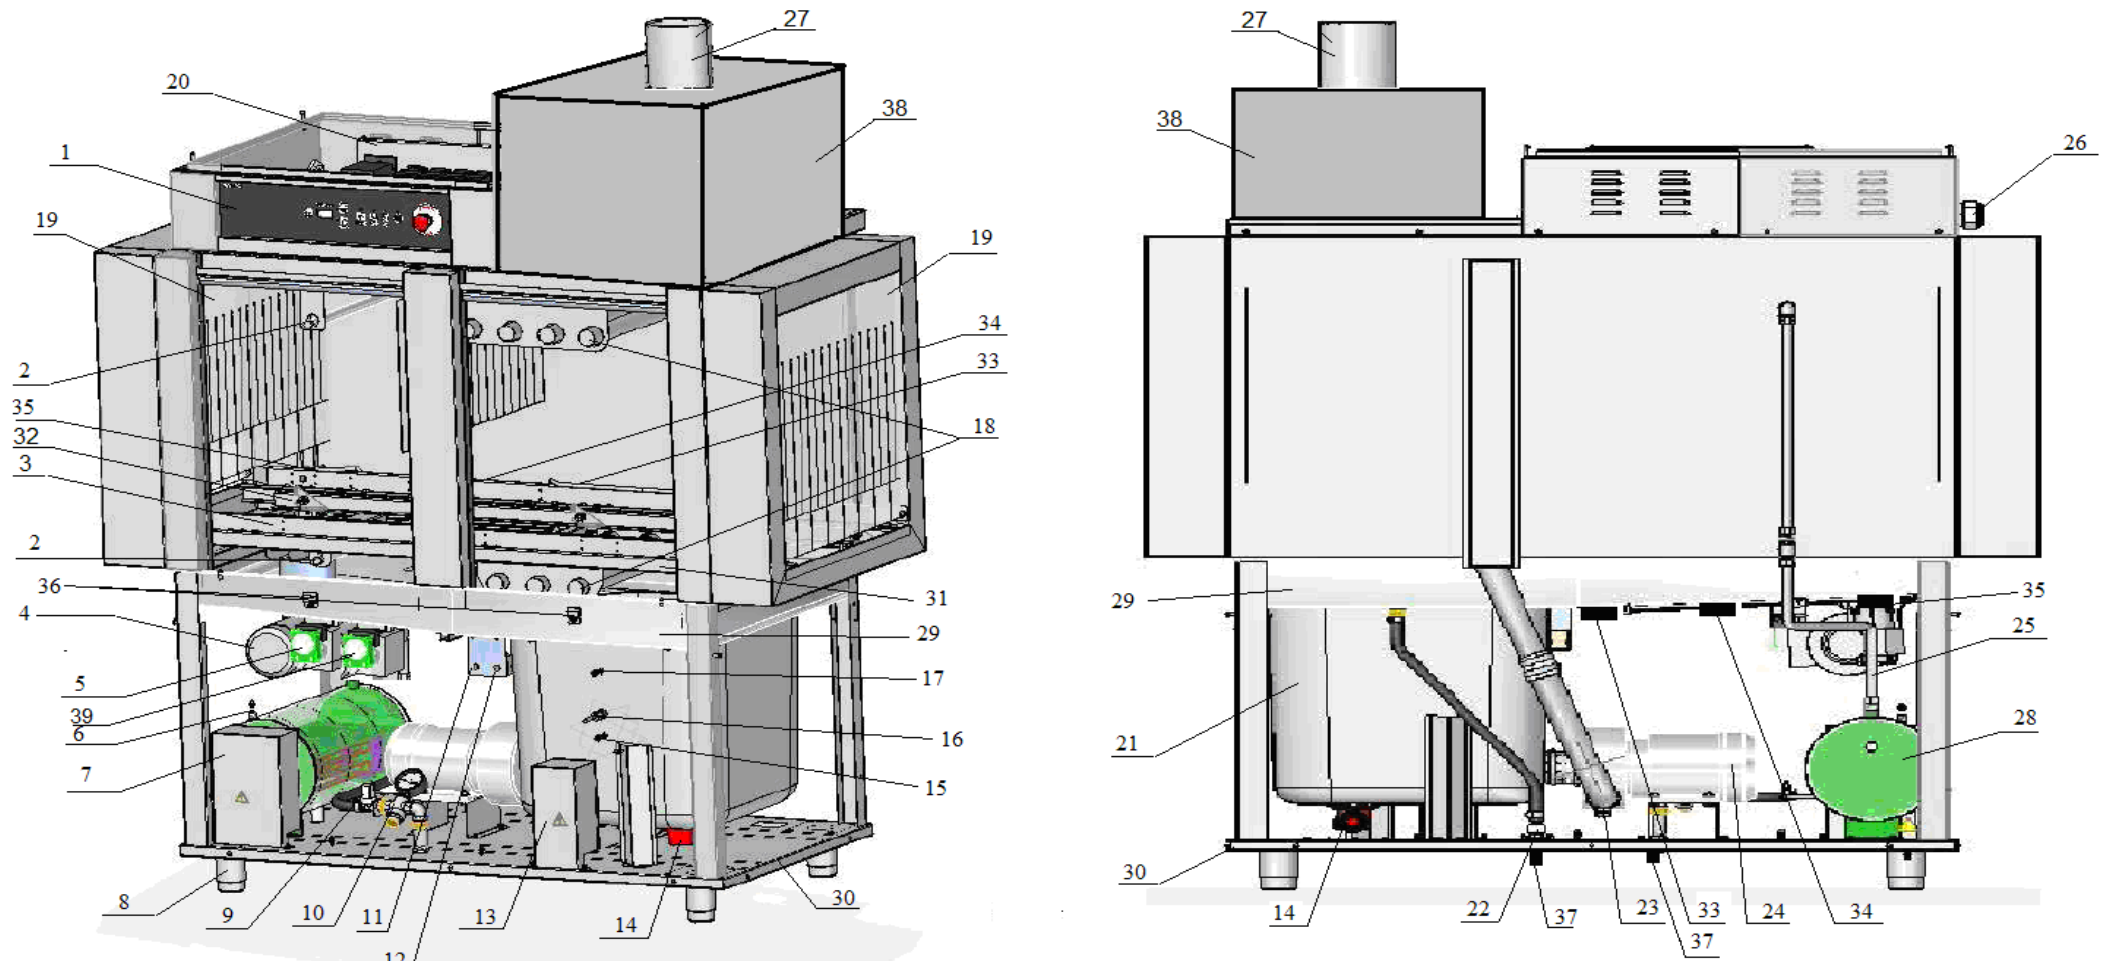
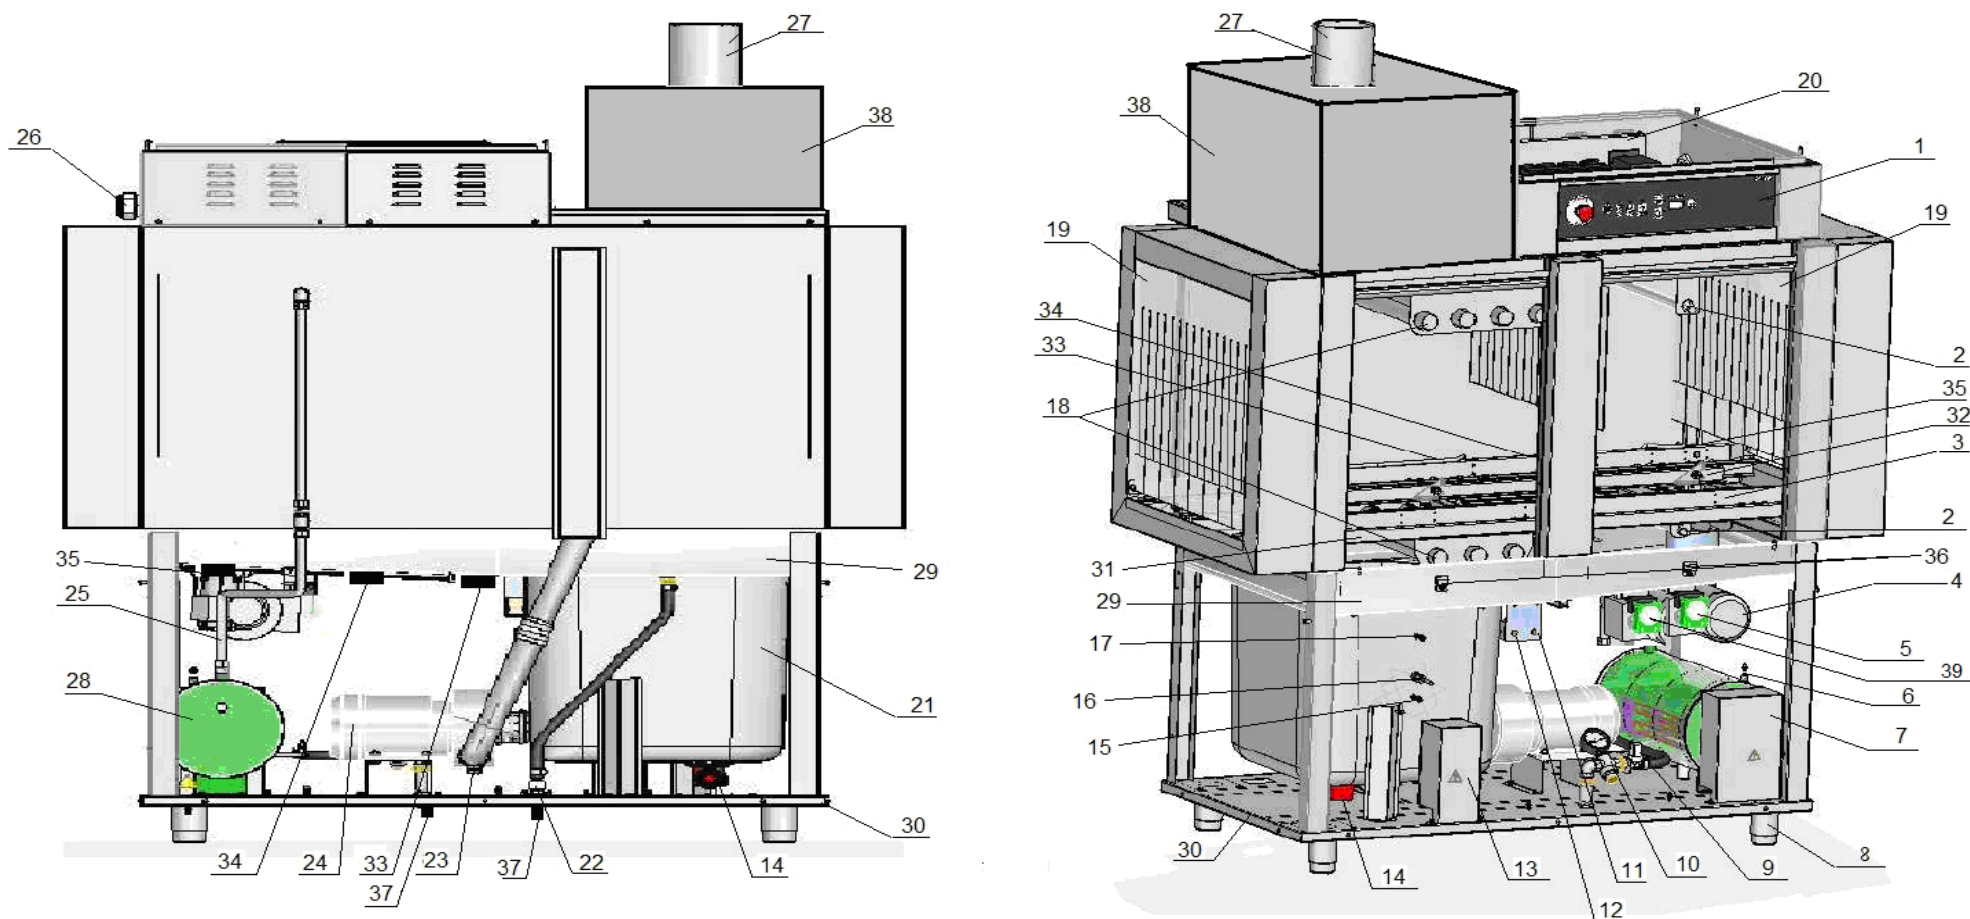

Рис. 2.3 Устройство посудомоечной машины МПТ-1700-01 (правая)
Рис. 2.4 Устройство посудомоечной машины МПТ-1700-01л (левая)
Устройство машины МПТ-1700-01 (правая) приведено на рис. 2.3.
Устройство машины МПТ-1700-01л (левая) приведено на рис. 2.4.
- насос-дозатор моющего средства (рис. 2.1 и рис. 2.2 поз 38. рис. 2.3 и рис. 2.4 поз 39.). Осуществляет подачу моющего средства в ванну. Количество раствора подаваемого в бойлер определяется алгоритмом контроллера. Для изменения объема подачи ополаскивающего раствора требуется войти в служебные настройки (см. п. 7.2) и изменить время работы насоса-дозатора;
- термоограничитель (плюс) 160°C бойлера (11). Осуществляет автоматическое отключение силовых цепей при превышении температуры в бойлере выше (плюс) 160°C. При срабатывании термоограничителя необходимо отключить машину и выявить причину его срабатывания;
- термоограничитель (плюс) 160°C ванны (12). Осуществляет автоматическое отключение силовых цепей при превышении температуры в ванне выше (плюс) 160°C. При срабатывании термоограничителя необходимо отключить машину и выявить причину его срабатывания.
С лицевой стороны, над столешницей, установлена панель управления (см. рис. 1) и теплообменник (только в МПТ-1700-01 и МПТ-1700-01л – см. рис. 2.3 и 2.4).